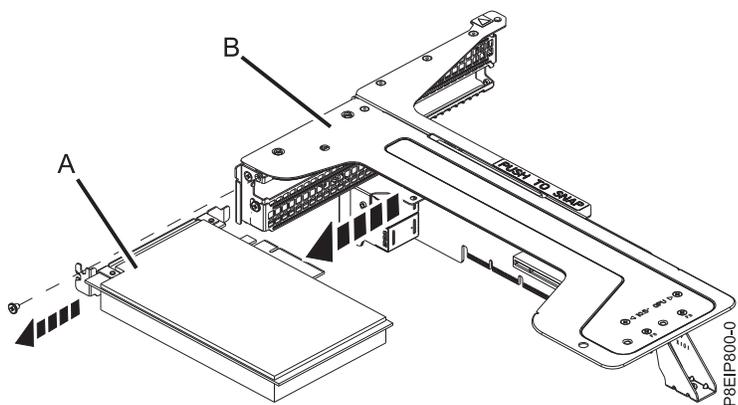

Figura 40. Extracción de un adaptador de la posición 3 de la tarjeta de expansión
- g. Desconecte un adaptador (A) en la posición 3 de la tarjeta de expansión del adaptador PCIe (B), como se muestra en la Figura 40.